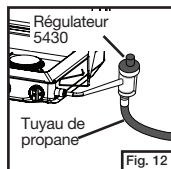

Fig. 12
- Fixez le tuyau au régulateur 5430 et enfitez-le sur le réchaud comme indiqué à la Fig. 12.